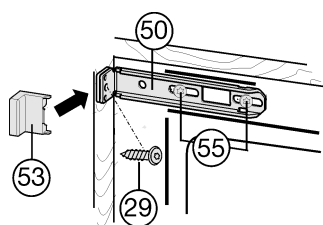

Fig. 19
- ▶ Afloje ligeramente los tornillos Fig. 19 (55).
- ▶ Atornille la escuadra de fijación Fig. 19 (50) superior con el tornillo para tablero de partículas Fig. 19 (29) en la pared del mueble.
- ▶ Saque el extremo saliente de la cubierta Fig. 19 (53).
- ▶ Apriete los tornillos Fig. 19 (55).
- ▶ Coloque la cubierta Fig. 19 (53).